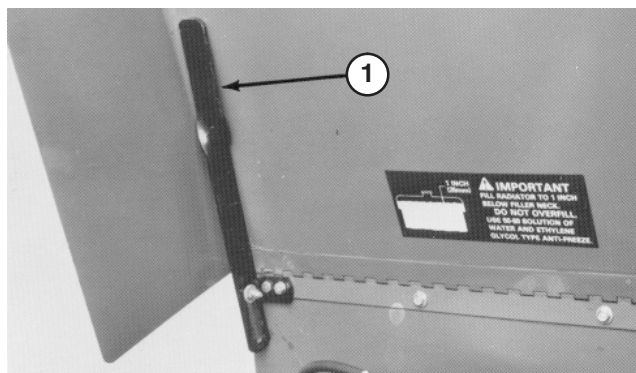

Figure 21
3. Sortez le bas de la béquille (Fig. 21) de son support. Abaissez la béquille, tournez-la vers le haut, puis vers le bas pour empêcher le capot de retomber.